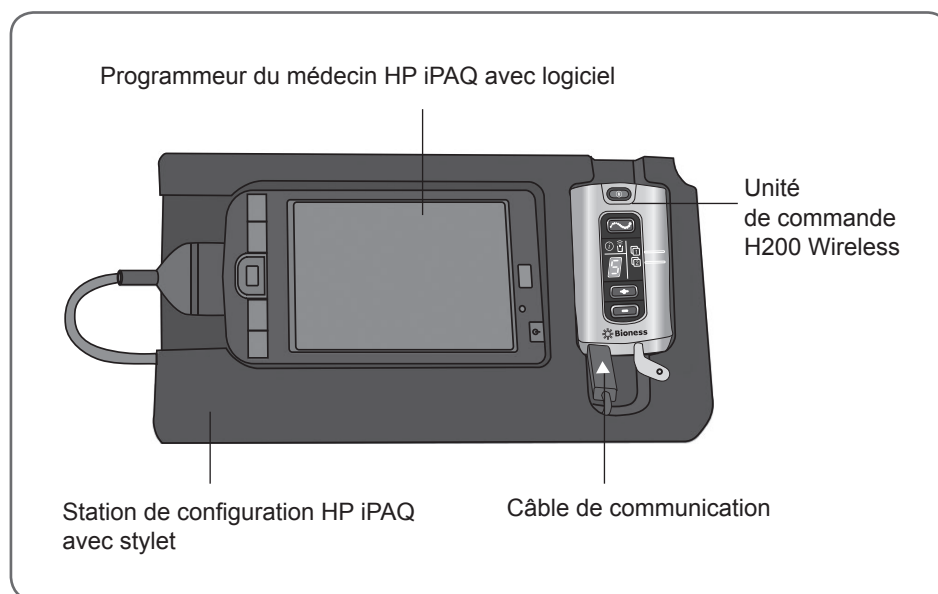

Figure 7-2 : Unité de commande H200 Wireless connectée au programmeur du médecin HP iPAQ.
2. Branchez le câble de communication de la station de configuration au port d'entrée/de sortie du signal de l'unité de commande. La flèche blanche devrait pointer vers le haut. Reportez-vous à la Figure 7-2.